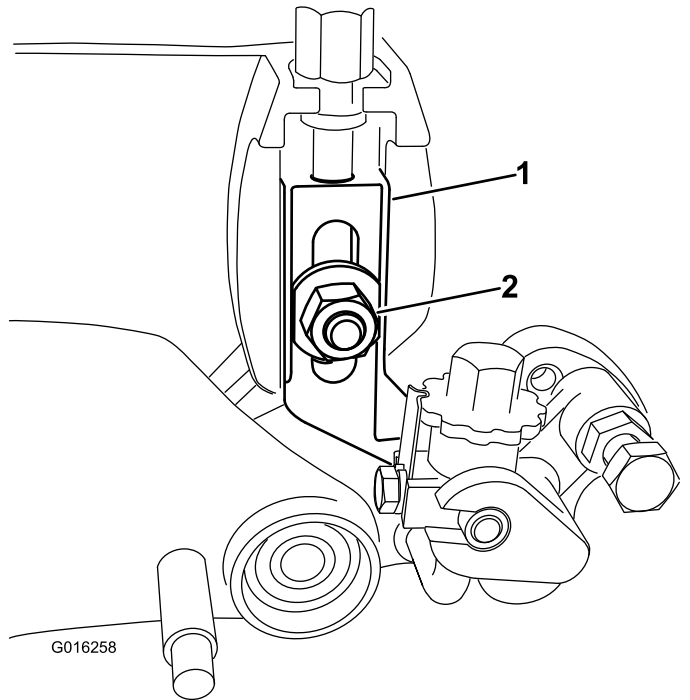

図 5
5. 刈高アームアセンブリをサイドプレートに固定しているプラウボルト、ナット、ワッシャを外す 図 5。